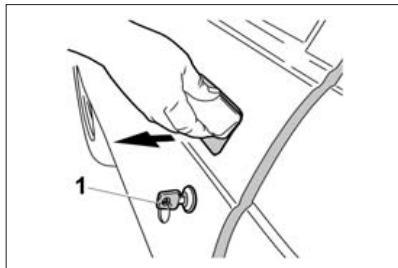
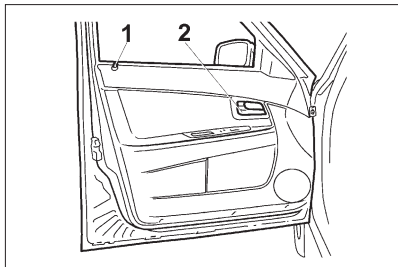
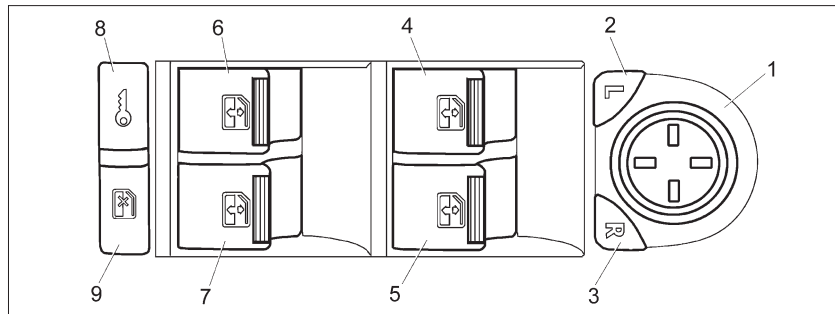
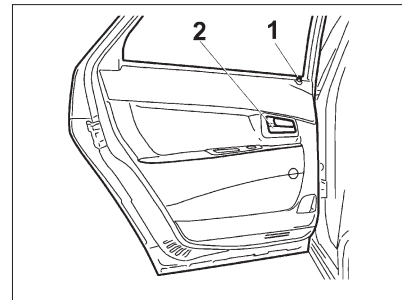

Рис. 3. Открывание двери
Рис. 4. Передняя левая дверь
Рис. 6. Модуль двери водителя
Рис. 7. Задняя левая дверь
Рис. 3а. Открывание двери
Рис. 4а. Передняя левая дверь
Передние двери блокируются: снаружи – поворотом ключа 1 (рис. 3, 3а) или нажатием кнопки блокировки  на пульте дистанционного управления; изнутри – нажатием кнопки 1 (рис. 4, 5) на обивке двери или клавиши 8  в модуле двери водителя (рис. 6). Блокировать замки передних дверей можно только при закрытых дверях.
В варианном исполнении применяется комплектация дверей, показанная на рис. 4а, 5а:
Двери открываются: снаружи – за ручку в направлении стрелки (рис. 3), а изнутри – поворотом на себя рукоятки 2 (рис. 4, 5). Если замок двери заблокирован, то ручка будет иметь холостой ход.
Для подъема и опускания стекол передних и задних дверей используются электростеклоподъемники, которые могут управляться от переключателей модуля двери водителя (рис. 6, поз. 4...7)*, от переключателей в пассажирских дверях и от кнопок  и  пульта дистанционного управления. Для подъема нужного Вам стекла потяните за край
* В варианном исполнении переключатели поз. 6, 7, 9 (рис. 6) могут отсутствовать (см. рис. 6а).
Рис. 6а. Модуль двери водителя
Задние двери блокируются снаружи – пультом дистанционного управления, изнутри салона нажатием кнопки 1 (рис. 7, 8) на двери или клавиши 8  в модуле двери водителя (рис. 6). Блокировка замков задних дверей возможна как при открытых, так и при закрытых дверях.
Для опускания и подъема стекла задних дверей используются электростеклоподъемники (**в вариантном исполнении**), которые приводятся в действие переключателями 6 и 7 (рис. 6) в модуле двери водителя и кнопками  и  пульта дистанционного управления.